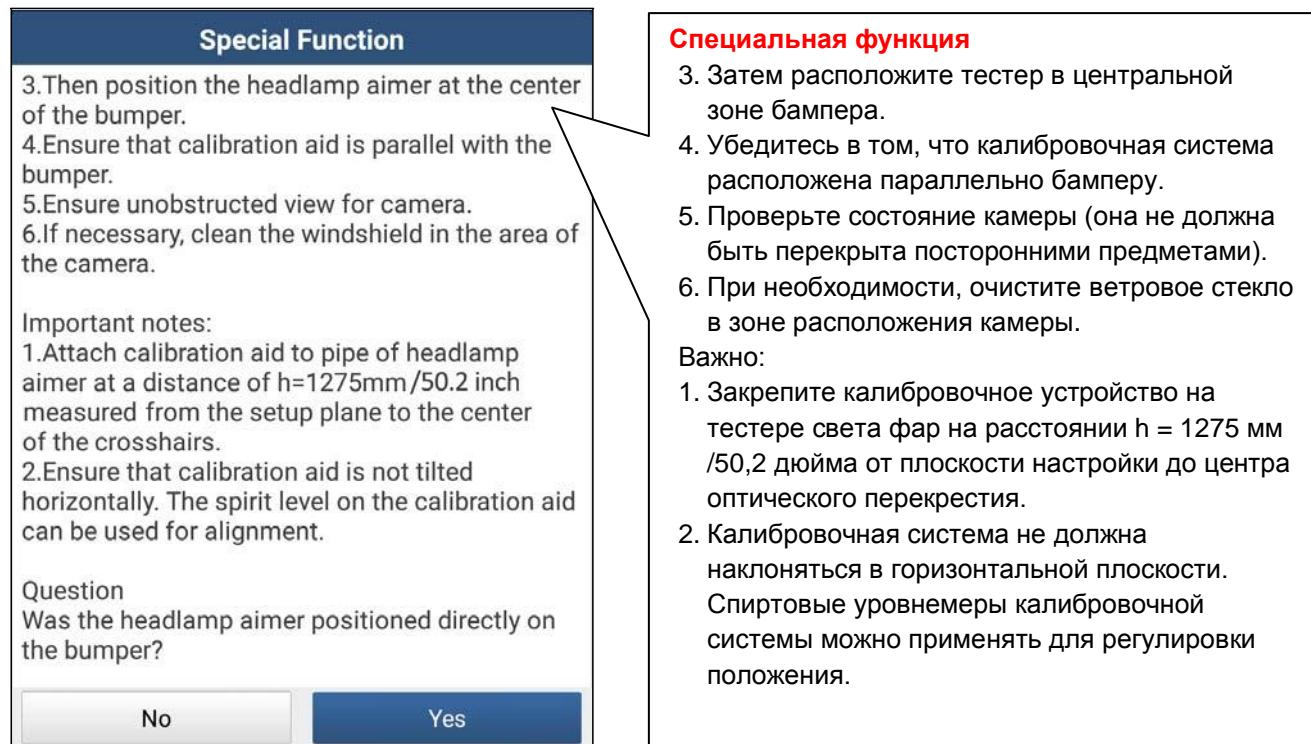

Рис. 5-3-б
A. Закрепите калибровочную панель на шаблонной раме: согласно сообщению на рис. 5-3-а выберите соответствующую калибровочную панель и закрепите её на шаблонной раме (см. раздел 4.1.3).